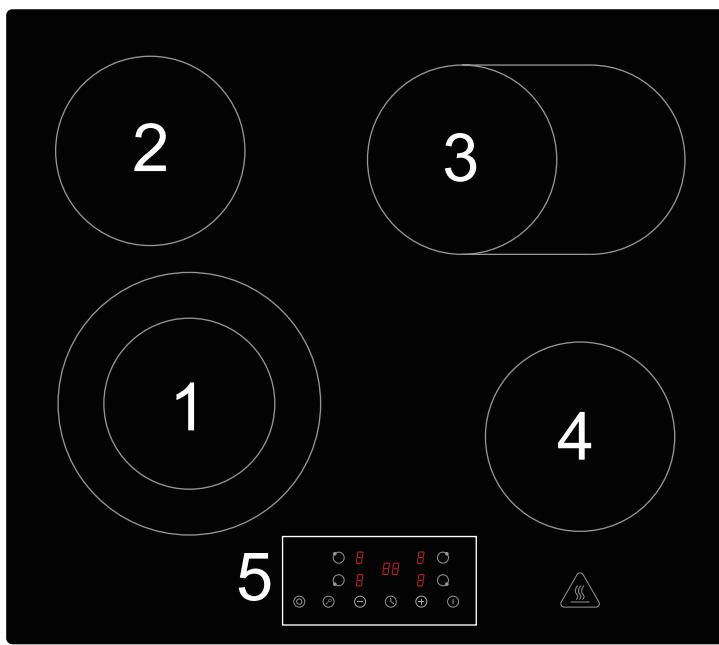
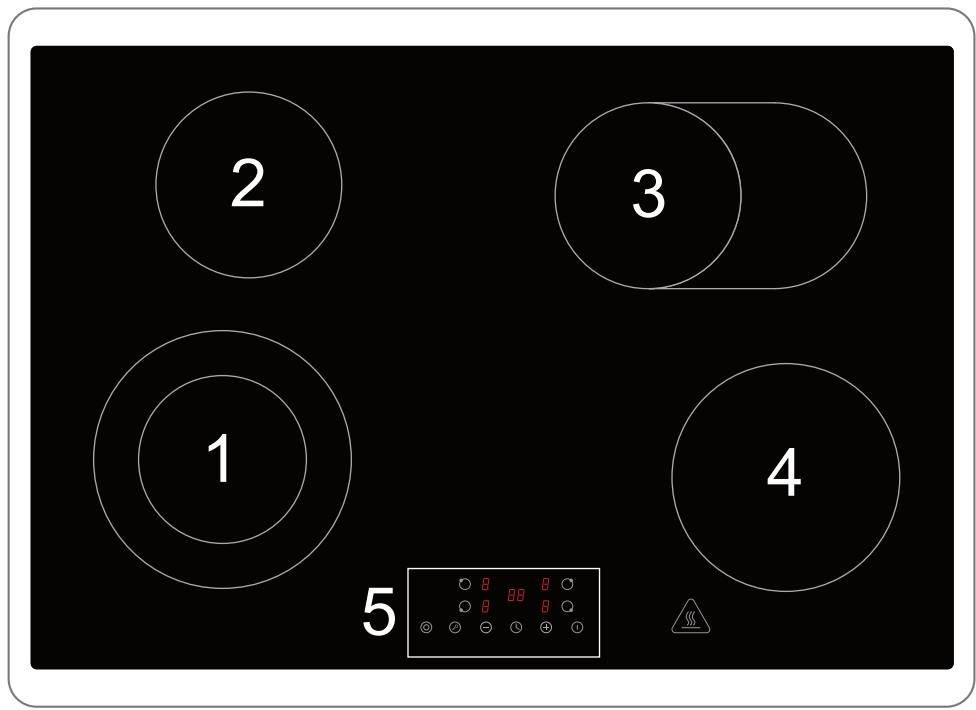

Abb. 4.6
Abb. 4.7
**HINWEIS:** Die für die Doppelkochzone verfügbaren Zonen sind Zone 1 und Zone 3, siehe (Abb. 4.6 und Abb. 4.7).
**HINWEIS:** Die für die Doppelkochzone verfügbaren Zonen sind Zone 1 und Zone 3, siehe (Abb. 4.6 und Abb. 4.7 ).